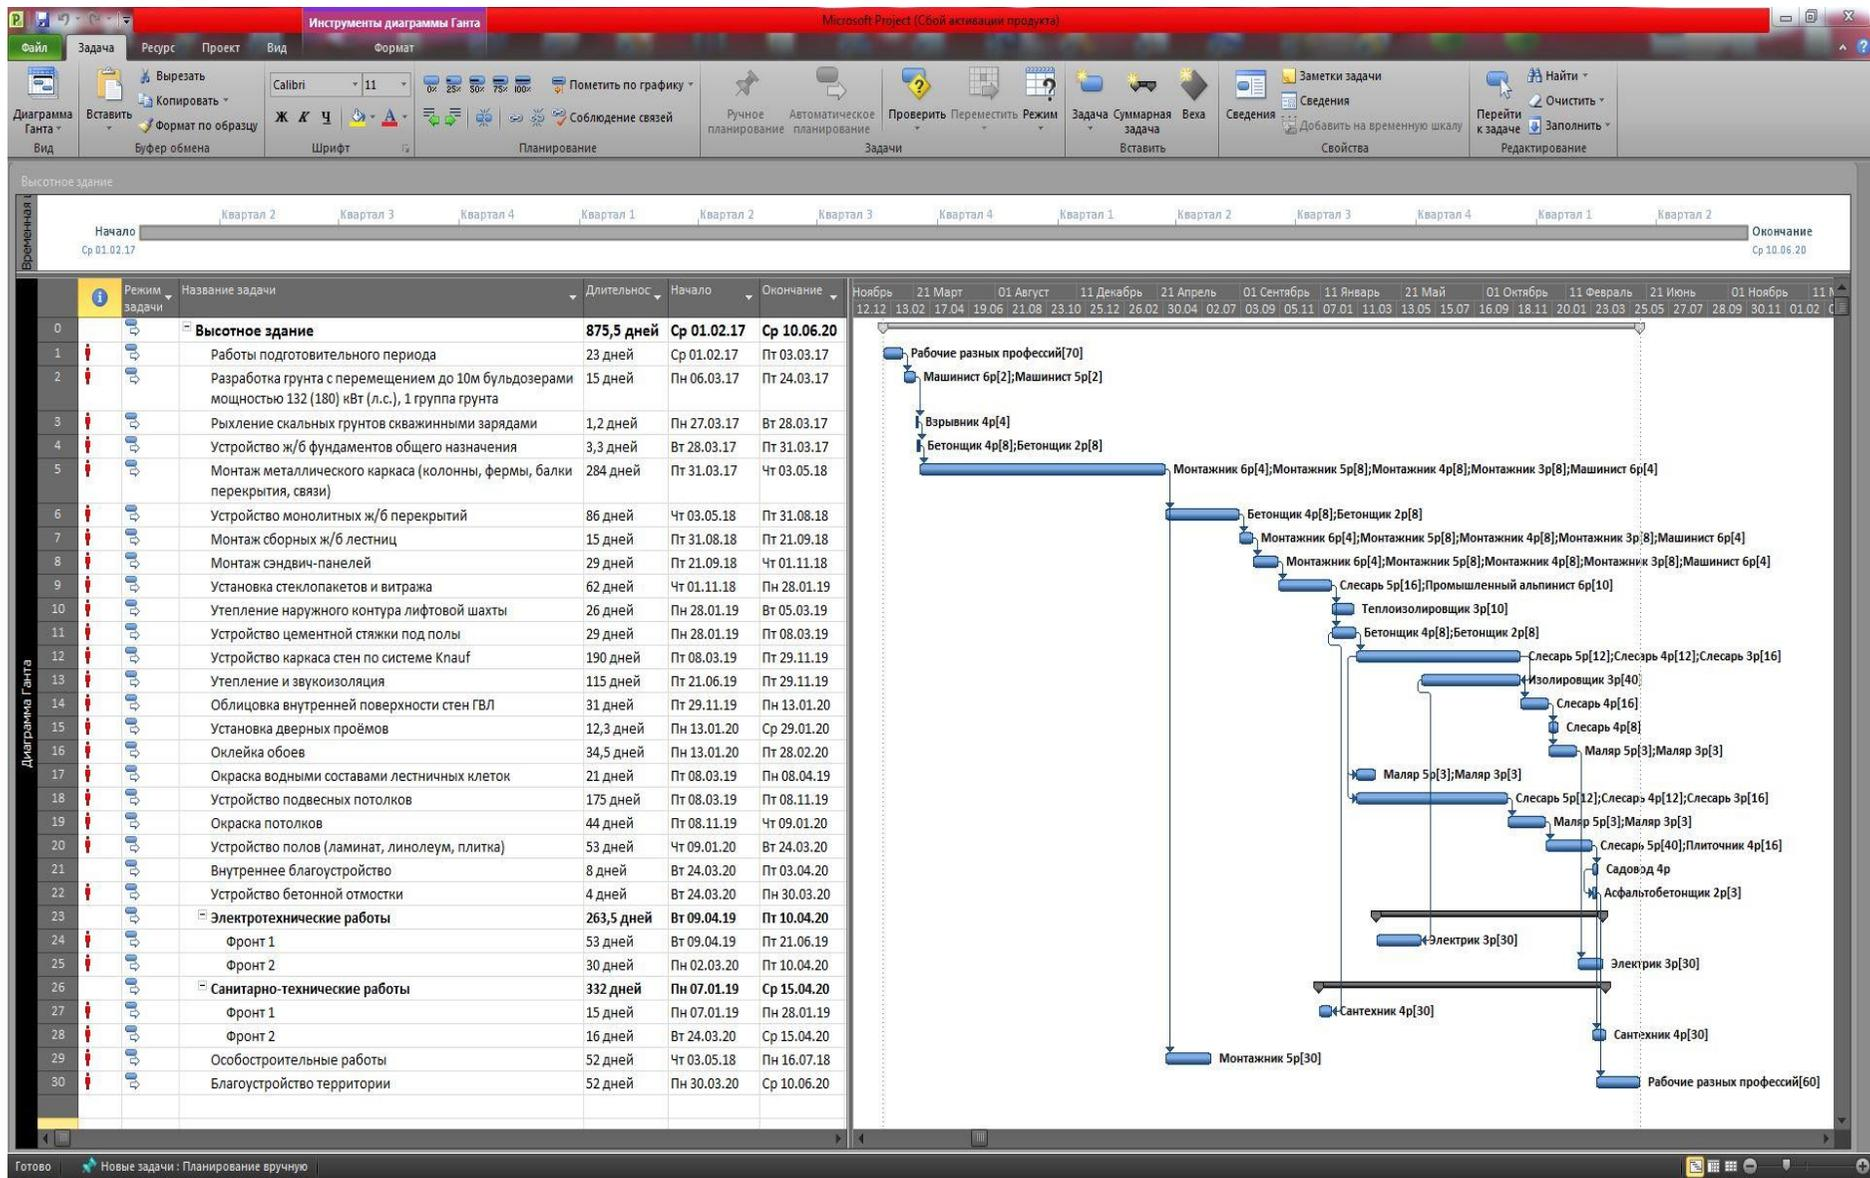

Рис. 27. Результат назначения ресурсов для всех задач проекта Высотного здания
10) Подобным образом назначаются ресурсы и для остальных задач проекта. Все необходимые значения ресурсов приведены в табл. 5 и 6, а результат их назначения можно увидеть на рис. 27 и 28 для проектов Высотного здания и Спортивного комплекса соответственно.